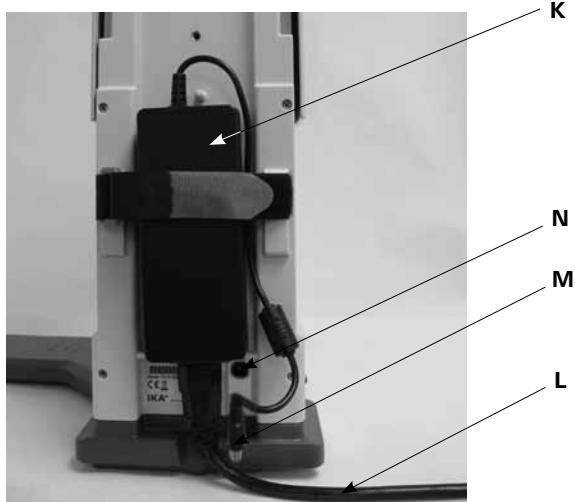

Fig. 9
3.) デスクトップスイッチを固定する (Fig. 9)
- 低電圧コネクター（M）をコネクターソケット（N）に接続します。（Fig. 9）